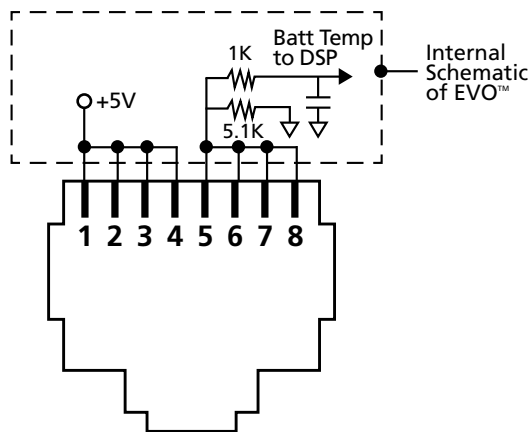

Fig 5.0 Pinout of RJ-45 Jack marked “Battery Temp Sensor” on the front panel of EVO™ (6 in Fig 2.1).
**RJ-45 Plug [2 in Fig 2.5(a)]:** The RJ-45 Plug is required to be plugged into the RJ-45 Jack marked “Battery Temp Sensor” on the front panel of EVO™ (6 in Fig 2.1). Pinout of this RJ-45 Jack is shown in Fig 5.0.
Pinout of this RJ-45 Jack marked “Battery Temp Sensor” on the front panel of EVO™ (6 in Fig 2.1) is shown at Fig 5.0 below (also shown at Fig 3.13):
The Battery Management System (*BMS*) that comes with the type of Lithium Battery being used may need to have control over charging and discharging of the battery. For this, Pins 4 and 5 of the Temperature Sensor Jack (6, Fig 2.1; Pinout at Fig 5.0) may be used to feed potential free contact closing signal from the BMS to “Stop Charging” or “Stop Inverting” Refer to Section 5.11.2 for details.
*Le système de gestion de la batterie (BMS) qui vient avec le type de batterie au lithium utilisé aura besoin d'avoir le contrôle de charge et décharge de la batterie. Pour cela, les broches 4 et 5 du capteur de température (6, Fig. 2.1; Pinout à la Fig. 5.0) peut être utilisé pour l'alimentation contact libre de signal de fermeture de la BMS à "arrêter la charge" ou "arrêter d'inverser". Se reporter à la Section 5.11.2 pour plus de détails.*